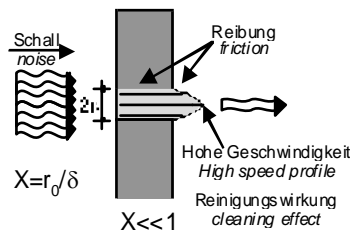

fig. 4. speed profile in holes
- Die Schallabsorption wird bewirkt durch die Reibung an den Grenzschichten des Loches und der Lochkante, siehe Grafik in fig. 4.
- Sound energy is absorbed and reduced by friction at boundary layers of hole & hole edges, see fig. 4.